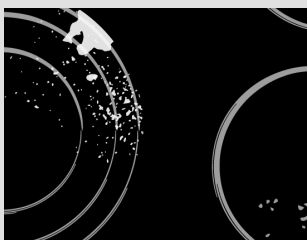

рис. 3
**Небольшие загрязнения** можно устранить мягкой влажной тряпкой. Затем протрите чистую поверхность насухо (рис. 3).
Проверьте, чтобы на стеклокерамической поверхности не осталось следов чистящего средства, так как при нагреве оно может приобрести агрессивные свойства и привести к изменениям структуры стеклокерамической поверхности (рис. 3).